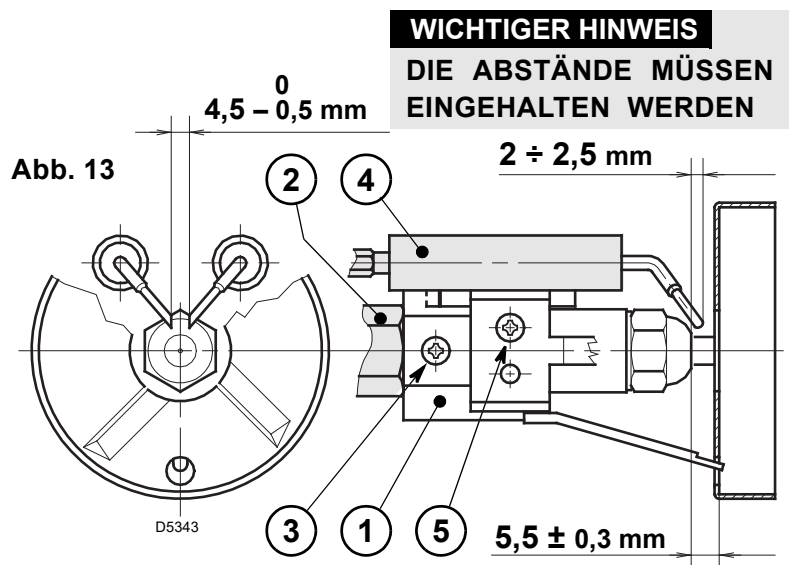

Abb. 13
- Den Brenner an dem Flansch (1) hängen, das Brennerrohr (2) wegnehmen, nachdem man vorher die Schrauben (3) gelockert hat.
- Die Zündkabel (4) von den Elektroden abziehen, den Stauscheibenhalter (5) vom Düsenstock herausnehmen, nachdem die Befestigungsschraube (3, Abb. 13, Seite 7) gelockert wurde.
- Die Düse (6) richtig anschrauben, wie in der Abbildung dargestellt.
- Die Zündkabel (4) von den Elektroden abnehmen, den Stauscheibenhalter (9) vom Düsenstock (1) herausnehmen, nachdem die Schraube (3, Abb. 13) gelockert wurde.
- Die Düse (10) richtig anschrauben, wie abgebildet.
4.2 ELEKTRODENEINSTELLUNG (Siehe Abb. 13)